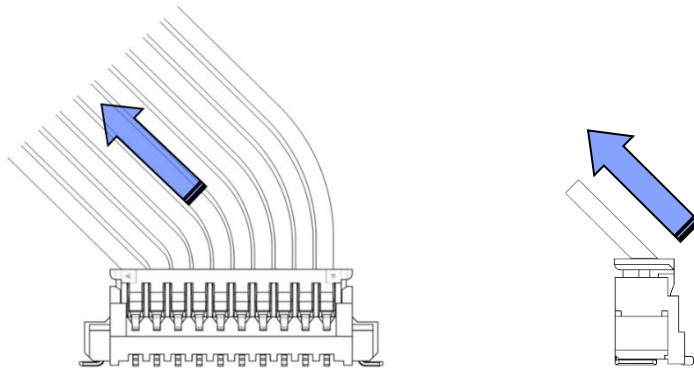

Fig. 10-5 電線を極端に曲げる又は、突っ張った状態
- ※嵌合後、機器内での電線の引き回しの際には、電線を極端に曲げる、または突っ張る状態で使用しないでください。(Fig.10-5) 電線の引っ張り力、突っ張り力により端子圧着部やハウジングの端子装着部及び基板側のコネクタに力が加わり接点不良の原因となります。特に、特定の電線のみにも負荷が加わることは避けてください。負荷が加わると電線(圧着端子)が抜ける可能性が御座います。
- ※特殊な電線の引き回し(Fig. 10-5, 10-6等)を行う際には、事前に弊社へ確認の上ご使用ください。